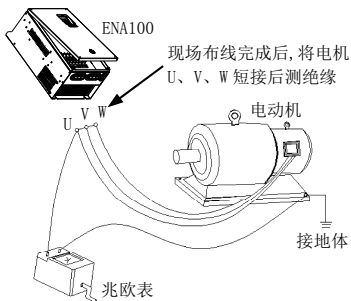

图 1-1 电机绝缘检查示意图
(1) ENA100 系列为电压型变频器，使用时电机的温升、噪声和振动与工频运行相比较略有增加，属正常现象。
(2) 如果需要以低速恒转矩长期运行，必须选用变频电机。若使用一般的三相交流电机低速运行时，应监控电机温度或采取强制散热措施，以防烧毁电机。
(3) 减速箱及齿轮等需要润滑的机械装置在长期低速运行时，可能由于润滑效果变差造成损坏，请事先采取必要措施。
(4) 若超过电机额定频率运行时，除了考虑电机的振动、噪音增大外，还必须确保电机轴承及机械装置的使用速度范围，请务必事先确认。
(5) 对于提升设备和大惯性之类的负载，变频器常会因产生过流或过压故障而跳闸，为保证正常工作，应考虑选配适当的制动组件。
(6) 应通过端子或其它正常的命令通道对变频器进行起停控制。严禁在变频器输入侧使用接触器等强电开关直接频繁起停操作，否则会造成设备损坏。
(7) 如果需要在变频器输出和电机之间安装接触器等开关器件，请确保变频器在无输出时进行通断操作，否则可能会损坏变频器。
(8) 变频器在一定的输出频率范围内，可能会遇到负载装置的机械共振点，可设置跳跃频率来避开。
(9) 使用前，应确认电源电压在允许的工作电压范围之内，否则应做变压处理或订购特种变频器。
(10) 在海拔高度超过 1000 米的条件下，变频器应降额使用，每增加 1000 米高度输出电流约降低额定电流的 10%。
(11) 电机在首次使用或长时间放置后再使用之前，应做电机绝缘检查。请使用 500V 电压型兆欧表按图 1-1 所示进行检查，绝缘电阻不得小于 $5\text{ M}\Omega$ ，否则有损坏变频器的可能。